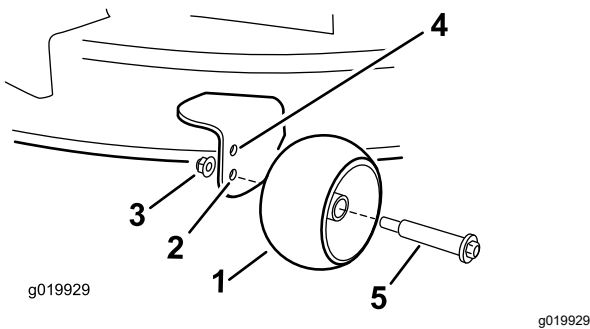

Figure 29
- Trou supérieur – utilisez cette position avec le plateau de coupe à une hauteur de coupe inférieure ou égale à 63 mm (Figure 29).
- Trou inférieur – utilisez cette position avec le plateau de coupe à une hauteur de coupe égale ou supérieure à 76 mm (Figure 29).